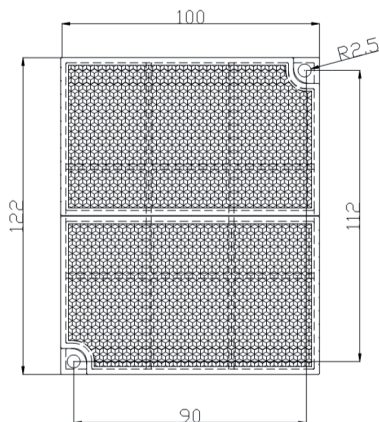

Fig. 11a
3) Montando o Refletor: O refletor é montado em uma superfície oposta e alinhados com o analisador. Quando a distância entre analisador e refletor fica entre 8m e 40m, um refletor é o suficiente. Quando a distância entre eles está entre 40m e 100m, são necessários quatro refletores. Cada refletor é fixado com dois parafusos de Ø6. Tamanhos da montagem são mostrados na Fig. 11a. Se for necessário instalar quatro refletores eles devem ser montados como mostrado na Fig. 11b.